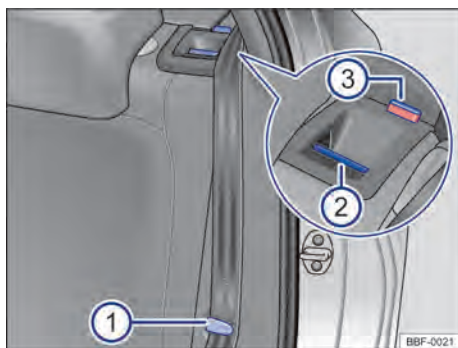

Fig. 65 No encosto do banco traseiro: botão de desbloqueio.
- Encaixar os cadarços dos cintos nos respectivos alojamentos no revestimento lateral → Fig. 65 ①
- Puxar o botão de destravamento → Fig. 65 ② para frente e, ao mesmo tempo, rebater o encosto do banco traseiro para frente.
- A respectiva parte de encosto do banco traseiro estará destravada quando a marcação vermelha → Fig. 65 ③ estiver visível.
- A marcação vermelha → Fig. 65 ③ não pode mais estar visível.